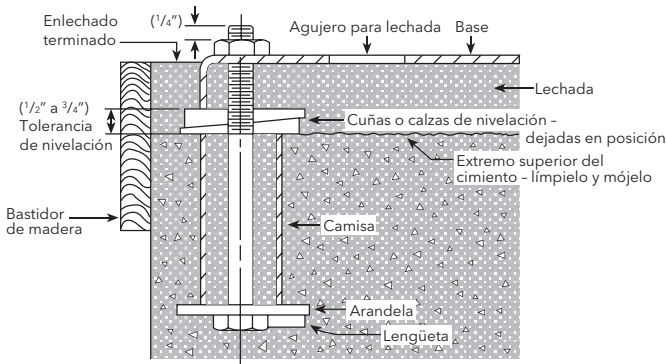

Figura 1
- 2.3.1. Se recomienda enlechar la plancha de asiento a un cemento con zapata sólida. Vea la Figura 1.